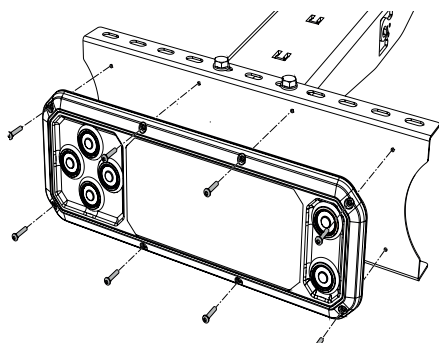

Bild 48. Montering av manöverpanel CD 20
3. Montera manöverdonet på fästplåten, se Bild 48.